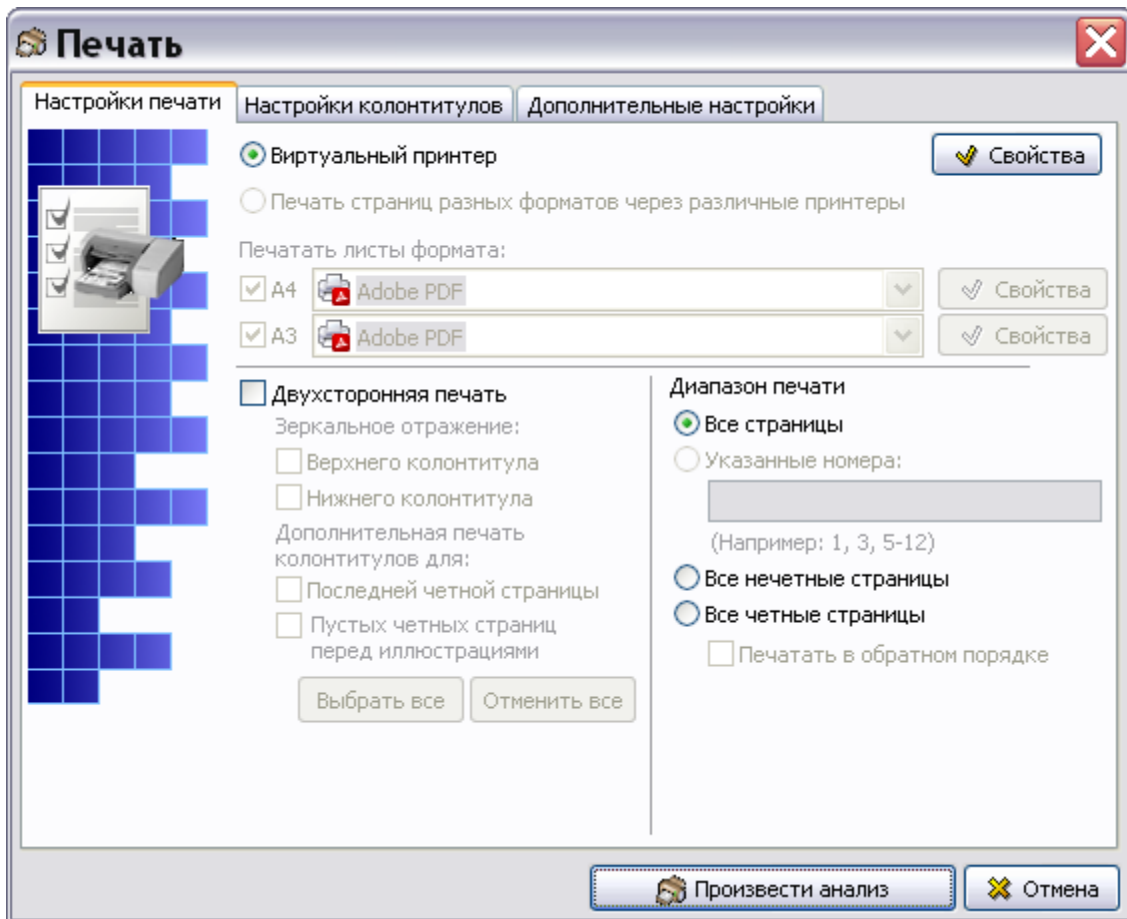

Рис. 21.186
4. В окне **Анализ** нажмите на кнопку **Применить**. После этого появится окно **Печать** (Рис. 21.186).